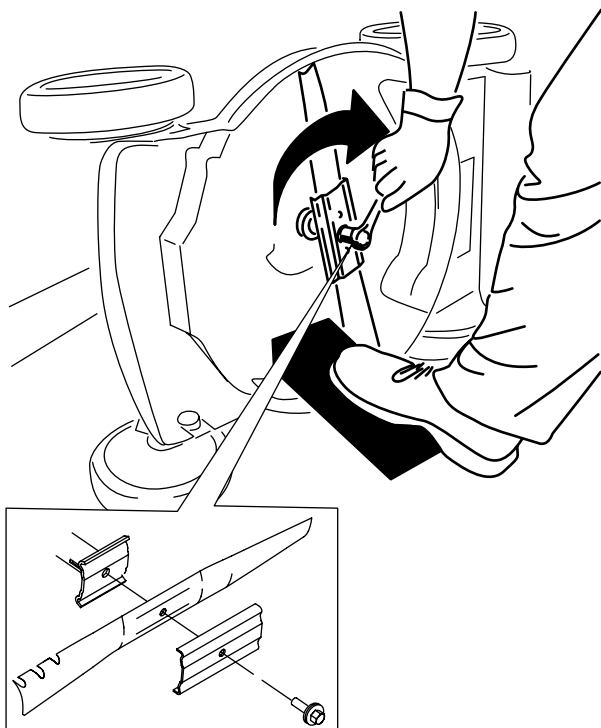

Figure 24
5. Montez la nouvelle lame et toutes les fixations (Figure 24).